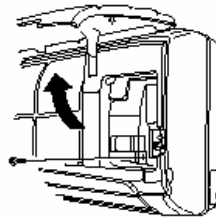

Fig. 20
- (1) Soulevez la grille d'aspiration
- (2) Retirez la vis et ôtez le couvercle du bornier (Figure 20)